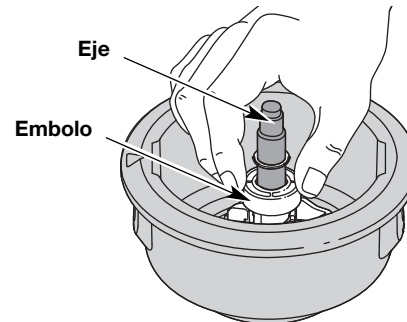

Fig. 21
5. Limpie el eje y la superficie interior de la bobina exterior. Para limpiar el eje debajo del émbolo, empuje el émbolo hacia abajo (Fig. 21). Saque toda la suciedad o residuos del eje.